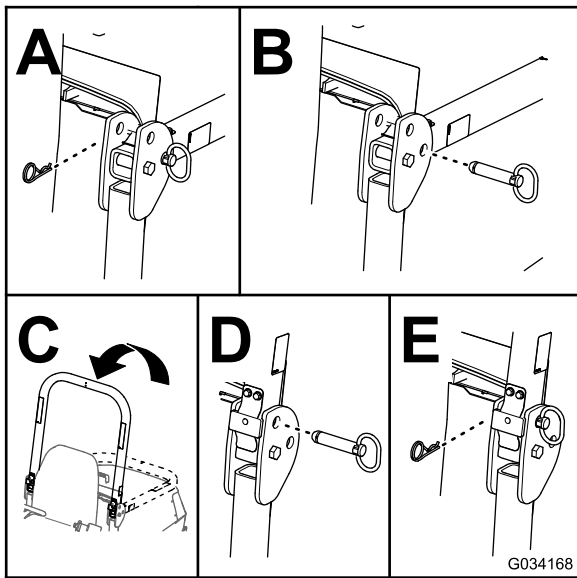

Bild 25
2. Nehmen Sie die Splinte und die Stifte vom Überrollschutz ab (Bild 25).
3. Klappen Sie den Überrollschutz nach oben und befestigen Sie diesen mit den Splinten und Stiften (Bild 25).